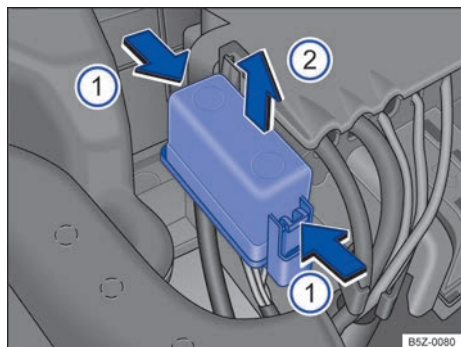

Fig. 166 En el compartimento del motor: cobertura de la caja de fusibles.
- Presione las trabas en el sentido de la flecha ①, para desbloquear la cobertura de la caja de fusibles → fig. 166.
- Desmonte la cubierta hacia arriba ②.
- Para la **instalación**, colocar la cobertura sobre la caja de fusibles. Presione la cubierta hacia abajo, en el sentido contrario al de la flecha ②, hasta que trabe de forma audible.